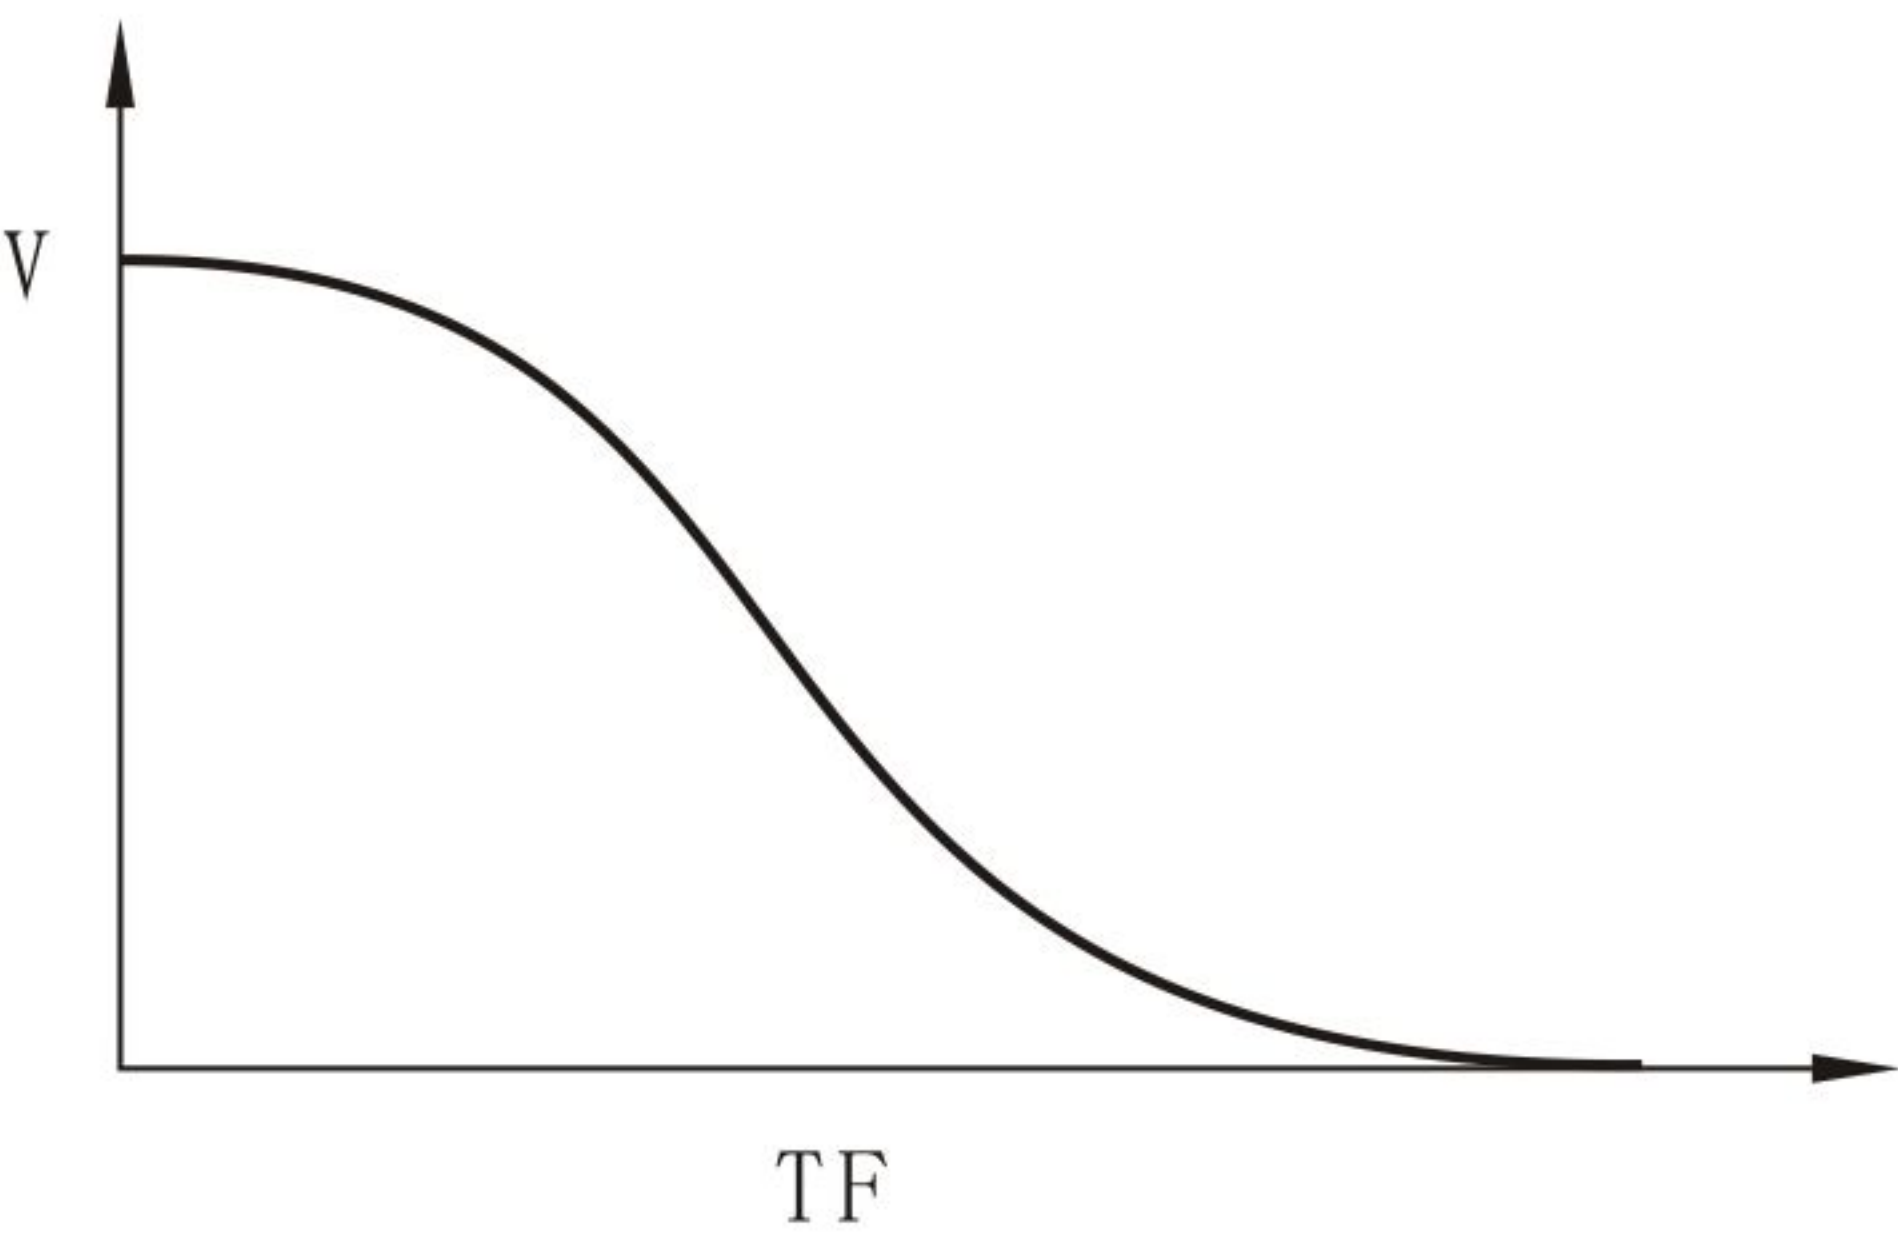

图12-6-1
- ① 代码F2不设为0时，为软停机模式。图12-6-1为软停车模式的输出电流波形。TF由代码F2设置软停时间。在这种停机模式下，电动机的供电由旁路接触器切换到软起动器的晶闸管输出，软起动器的输出电压由全压开始逐渐减小，使电机转速平稳降低，以避免机械震荡，直到电动机停止运行。软停机时的输出截止电压等同于起动时的起始电压。
- ② 软停机模式可减少和消除水泵类负载的喘振。软停机模式可用代码FL设定软停限流值，减少软停时的大电流冲击，主要此软停限流值是在起动限流基础上计算的百分比。